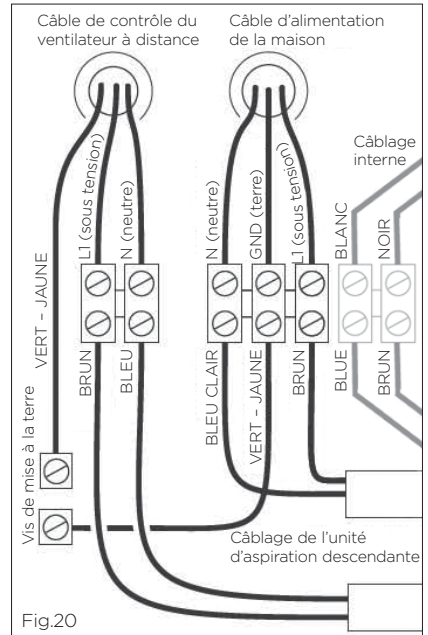

Fig.20
- Connectez le câblage du ventilateur à distance à l'unité d'aspiration descendante : N (neutre) à la borne de droite, L1 (sous tension) à la borne de gauche et le fil vert (terre) à la borne de mise à la terre (Fig.20).